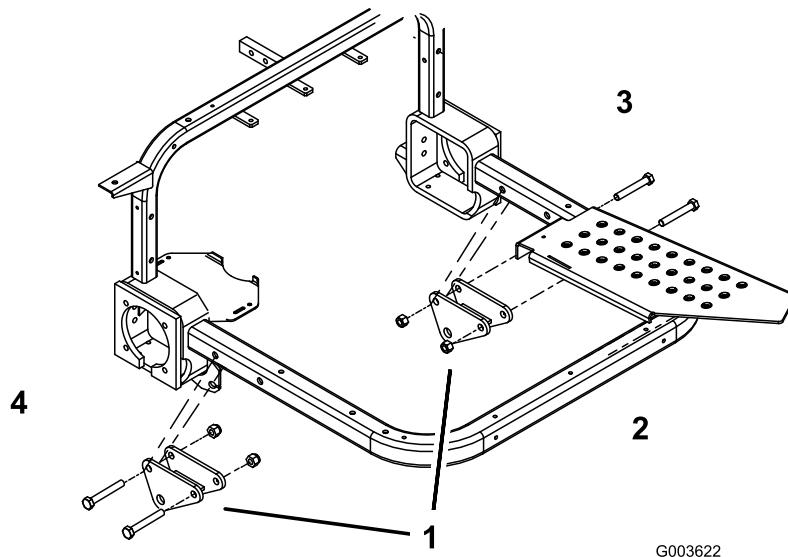

Рисунок 22
2. Прикрепите, не затягивая, монтажный кронштейн в сборе к правой и левой трубам подножек с помощью двух болтов ($\frac{1}{2}$ x 3½ дюйма) и контргаек ($\frac{1}{2}$ дюйма). Установите монтажные кронштейны в сборе и закрепите их болтами как показано на Рисунок 22.